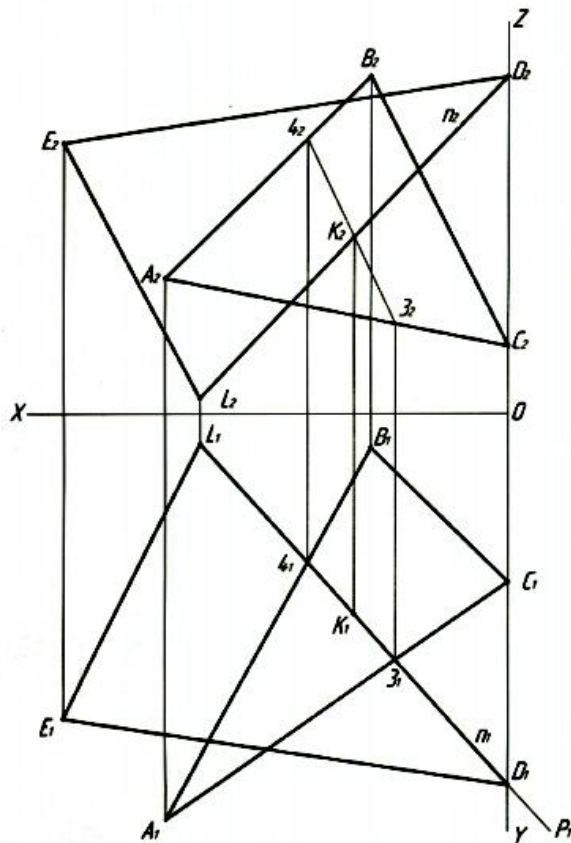

Рис. 3. Построение точки K — точки встречи перпендикуляра n с плоскостью $R(ABC)$ и нахождение точки L
3. Построить точку K — точку встречи перпендикуляра n с плоскостью $R(ABC)$ $[K=n \cap R(ABC)]$. Завершить построение треугольника DEL , построив точку L . Точка L принадлежит перпендикуляру n $[L \in n]$. Точка D симметрична точке L относительно плоскости $R(ABC)$ $[DK \cong KL]$ (рис. 3).
Получив точку K , мы можем построить точку L . Так как, точка D симметрична точке L относительно плоскости треугольника ABC , то откладываем $KL=DK$. Сначала строим горизонтальную проекцию L_1 , а затем с помощью ЛПС находим фронтальную проекцию L_2 или наоборот (рис. 3).